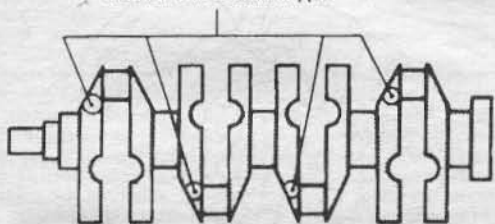

Рис. 19.15 Коды размеров шатунных шеек (буквы).
15. На рис. 19.15 вы найдете места простановки кода диаметра соответствующей шатунной шейки (имейте в виду, что это не номера шеек).